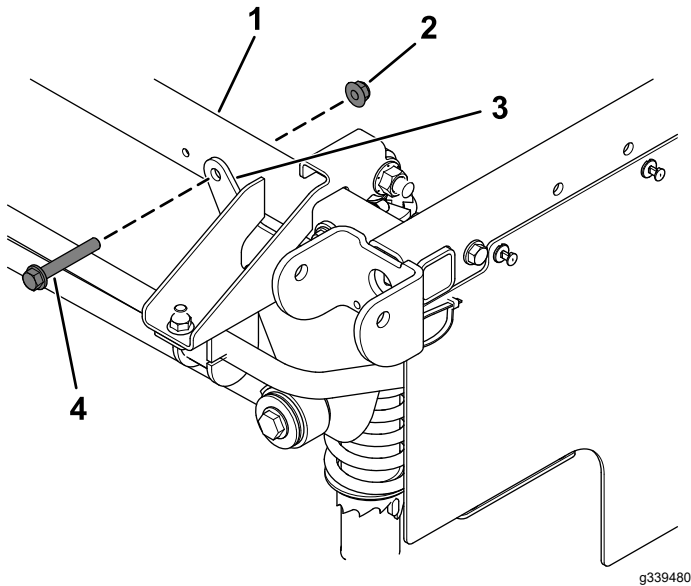

Figure 5
1. Retirez le boulon à embase et le contre-écrou existants du support de stabilisation droit et du tube de cadre arrière (Figure 5).